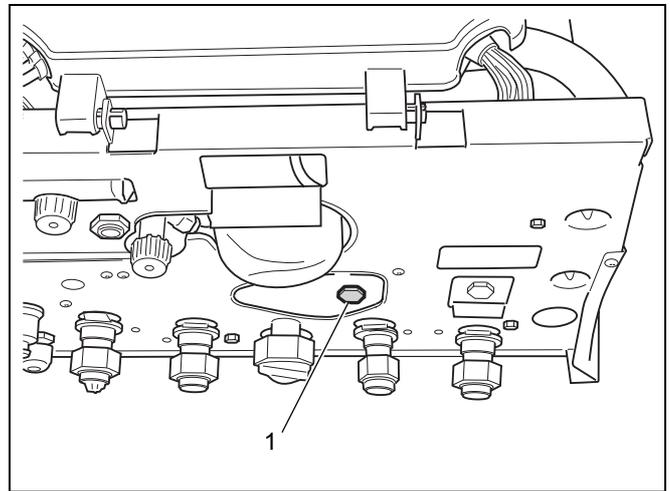

Fig. 7 Posizione del tappo cieco negli apparecchi combinati
L'apparecchio viene fornito con un manometro. È possibile montare quest'ultimo al posto del tappo cieco (fig. 7, pos. 1).